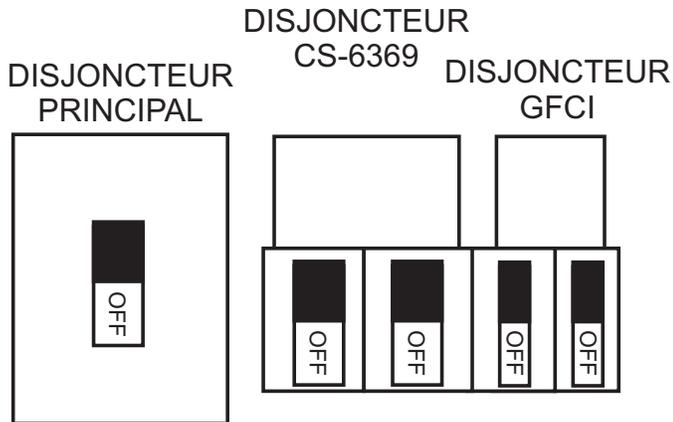

Figure 36. Disjoncteur GFCI, Principal ou Secondaire en Position OFF (DÉSACTIVÉ)
1. Placez le disjoncteur **GFCI, principal ou secondaire** (Figure 36) en position **OFF (DÉSACTIVÉ)** avant de démarrer le moteur.